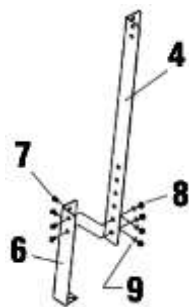

fig. 1
1. Positionnez les 4 pieds de rallonge (n° 6) sur les bords extérieurs inférieurs des 4 pattes (n° 4) (fig. 1).
3. Insérez 4 boulons de carrosserie (n° 7) dans les 4 trous de montage sur le pied de rallonge et la patte (fig. 1).
4. Fixez les rondelles à ressort (n° 9) et les écrous (n° 8) sur les boulons de carrosserie et serrez-les partiellement (fig. 1).